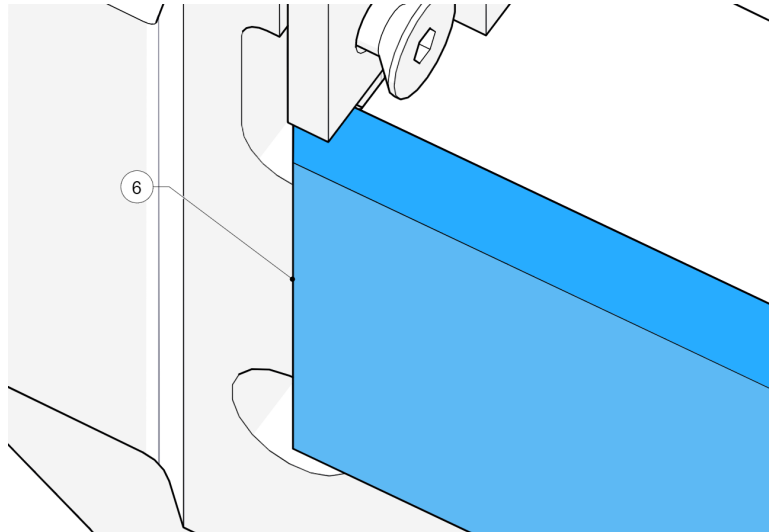

Figure 63 - Enclume dans le siège vertical
16. Poussez l'enclume dans le siège, sous l'enclume latérale (6, Figure 63).